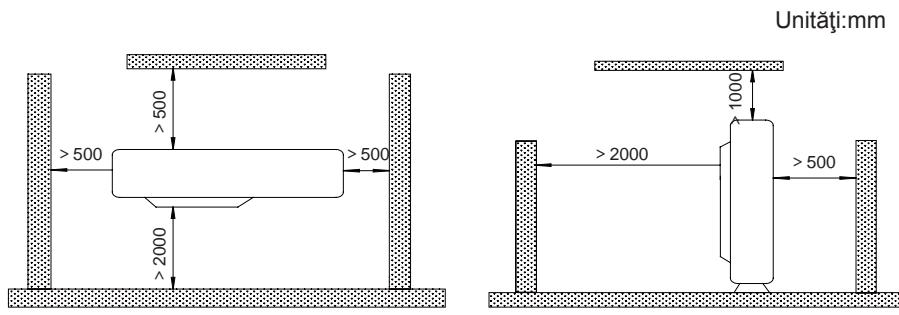

Fig.3
- ① . Montați unitatea acolo unde nu va fi aplecată mai mult de 5°.
- ② . Pe parcursul montării, în cazul în care unitatea de exterior trebuie să fie expusă la vânt puternic, trebuie să fie foarte bine fixată.
- (1). Dacă este posibil, nu montați unitatea acolo unde va fi expusă la lumina directă a soarelui. (Dacă este necesar, instalați un ecran care să nu blocheze fluxul de aer).
- (2). Montați unitatea de exterior într-un loc care, pe cât posibil, nu se va murdări sau nu se va uda atunci când plouă.
- (3). Montați unitatea de exterior acolo unde este convenabil pentru a fi legată de unitatea de interior.
- (4). Montați unitatea de exterior acolo unde apă condensată poate să se scurgă nestingherită pe durata operației de încălzire. Nu amplasați animale sau plante pe traseul aerului cald.
- (5). Aveți în vedere și greutatea aerului condiționat și alegeti un loc în care zgomotul și vibrațiile sunt mici.
- (6). Montați unitatea de exterior într-un loc capabil să susțină greutatea unității și care să genereze cât mai puțin zgomot și cât mai puține vibrații.
- (7). Oferiți spațiul prezentat în Fig. 3 astfel încât fluxul de aer să nu fie blocat. De asemenea, pentru o funcționare eficientă, lăsați deschise trei din cele patru direcții ale construcțiilor periferice.